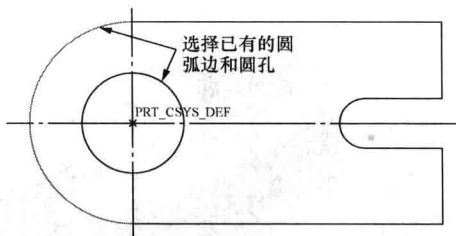
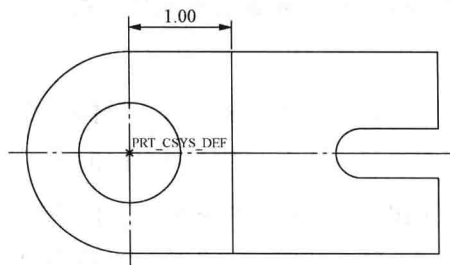

图 1-28 选择已有的圆弧边
图 1-29 草绘的截面图
3) 单击草绘工具栏中的“通过边创建图元”按钮 ，选取左侧已有的半圆弧和圆孔，如图 1-28 所示，并绘制三段直线，然后进行标注及修改尺寸，完成截面图，如图 1-29 所示。单击草绘工具栏中的“完成”按钮 ，退出二维草绘模式。